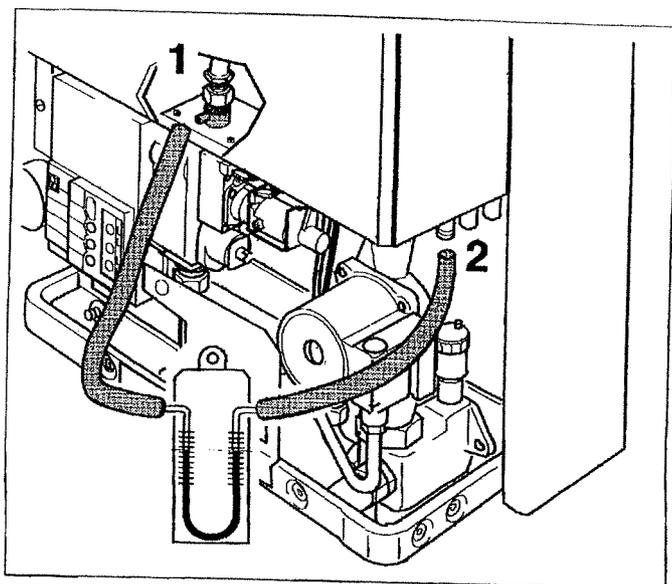

Fig. 21 Nipples di misura della pressione del bruciatore
- ◆ Aprire di due giri il tappo a vite del nipples di misura (Fig. 21, punto 1).
- ◆ Aprire di due giri il tappo a vite del punto di misura di compensazione (Fig. 21, punto 2).